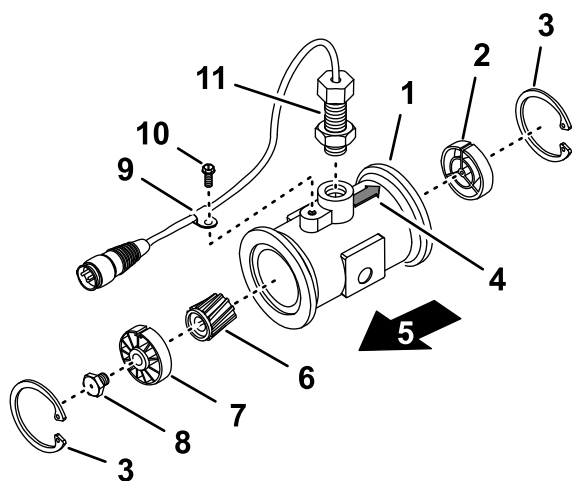

Figura 111
3. Scoateți inelul de fixare de la partea din amonte (Figura 111).